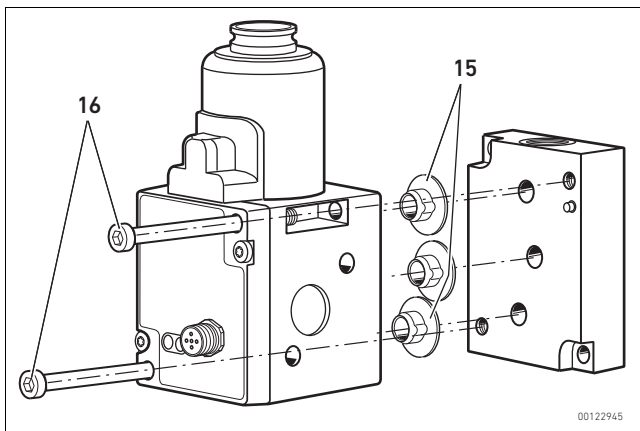

Abb. 5: Monter le régulateur de pression ED05 sur une embase
3. Introduire les deux vis M6 x 75 (**16**) dans les deux trous lisses (voir Fig. 5 à la page 108) et les serrer.